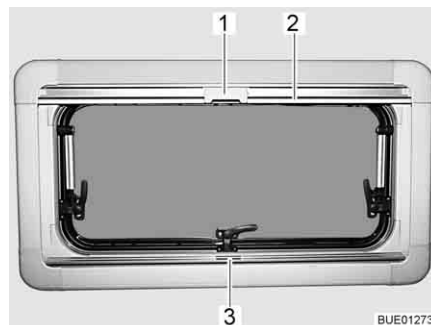

Bild 83 Överkantshängda fönster
- Ta tag i mitten på plisségardinens list (Bild 83,3) och drag den nerifrån och uppåt och släpp den vid önskad höjd. Plisségardinen stannar på denna höjd.
- Drag, med listen, (Bild 83,2) ner insektsnätet tills listen stöter mot plisségardinen (Bild 83,3).
- Lås fast insektsnätets spärr (Bild 83,1) på plisségardinens list.
- Tryck spärren (Bild 83,1) upptill på insektsnätet bakåt.
- För långsamt tillbaka insektsnätet med listen (Bild 83,2).